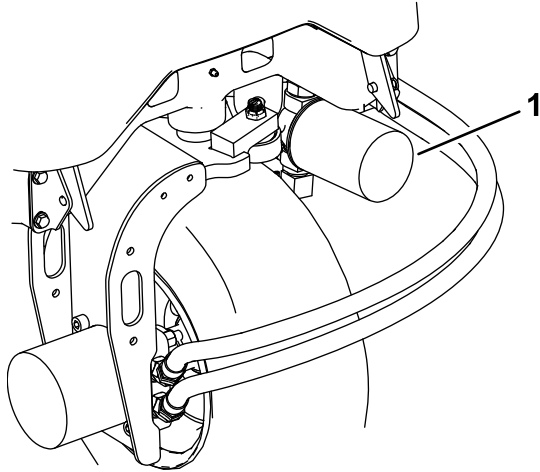

Bild 64
- Reinigen Sie den Anbaubereich des Filters, stellen Sie eine Auffangwanne unter den Filter und entfernen den Filter (Bild 64).
- Klemmen Sie die Hydraulikölleitung ab oder entfernen den Hydraulikölfilter und lassen das Hydrauliköl in ein Auffanggefäß ablaufen (Bild 64 und Bild 65).